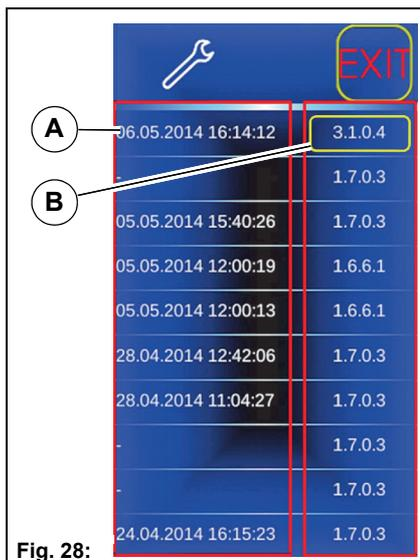

Fig. 28:
**Service information menu Fig. 28**